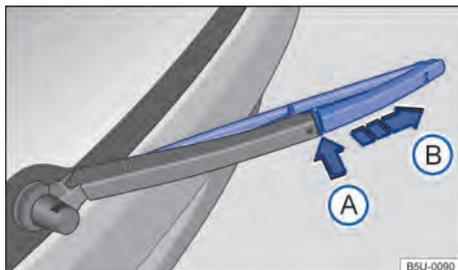

Fig. 174 Substituir a palheta do limpador do vidro traseiro.
- Manter a tecla de destravamento → Fig. 174 **A** pressionada e, ao mesmo tempo, retirar a palheta dos limpadores do para-brisa no sentido da seta. ▶